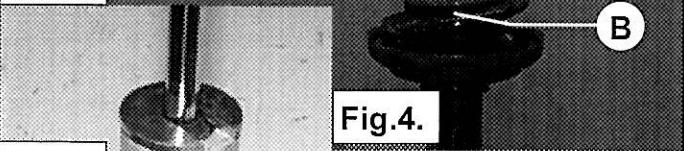

Fig.3.
- 5 Plaats schijfje P boven op de schokdemperbus, zie fig.3.
- 5 Place disc P on the shockabsorber. See fig. 3.
- 5 Platzieren Sie der Schiebe P auf die Stoßdämpfer. Siehe Fig. 3.
- Placez le disque P sur le tube de l'amortisseur, voir fig. 3.
- Placera bricka P på stötdämparen. Se fig. 3.
- Coloque la placa P encima del tubo del amortiguador; véase fig. 3.